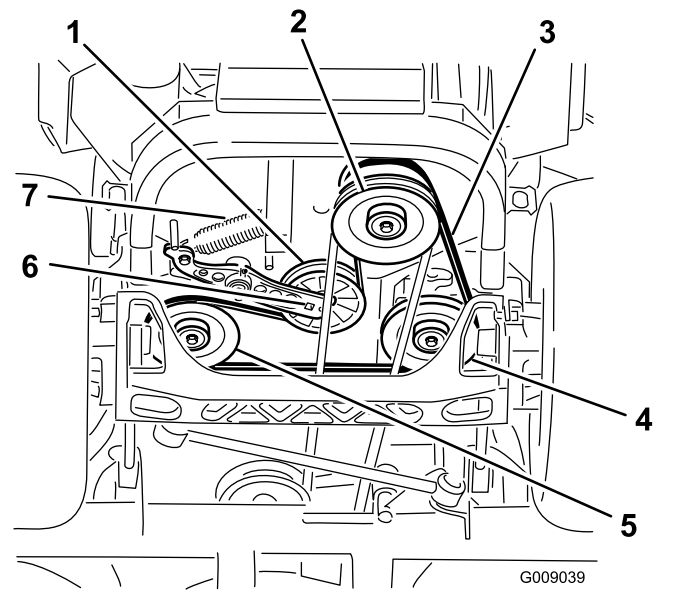

Figura 93
4. Eleve a máquina e apoie-a (Figura 93).
5. Utilize uma lingueta no orifício quadrado no braço intermédio para retirar a mola intermediária (Figura 93).
6. Desengate a mola intermédia da estrutura (Figura 93).
9. Utilize uma lingueta no orifício quadrado no braço intermédio; coloque a mola intermédia na estrutura (Figura 93).